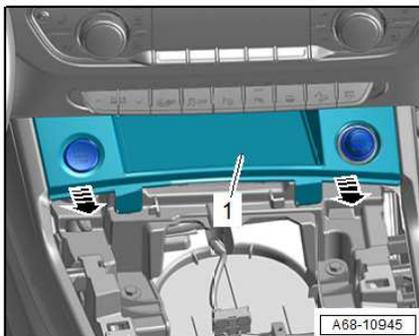

Bild 7
12. Schraube vorne raus (Bild 7, Schraube in Bild 6 sichtbar)